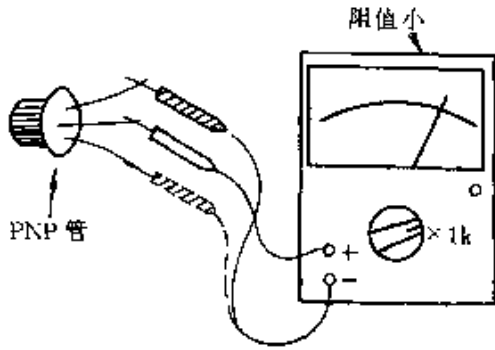

图 2-224
② 检测 PNP 管如图 2-224 所示;先用红表笔接某一管脚,黑表笔分别接另外两管脚,测得两个电阻值。再将红表笔换接另一管脚,重复以上步骤,直至测得两个电阻值都很小,这时红表笔所接的是基极 b。改用黑表笔接基极 b,红表笔分别接另外两管脚,测得两个电阻值应都很大,说明被测三极管基本上好的。